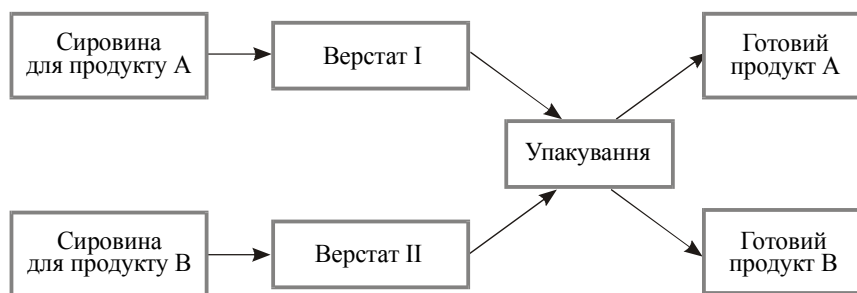

Рис. 5. Схема виготовлення продуктів
**Приклад 7.5.** Фірма виготовляє з одного виду сировини два продукти А та В, що продаються відповідно за 8 та 15 копійок за упаковку. Ринок збуту для кожного з них практично необмежений. Сировина для продукту А обробляється верстатом 1, а для продукту В — верстатом 2. Потім обидва продукти упаковуються на фабриці. Схему виробництва продуктів А та В зображено на рис. 5.